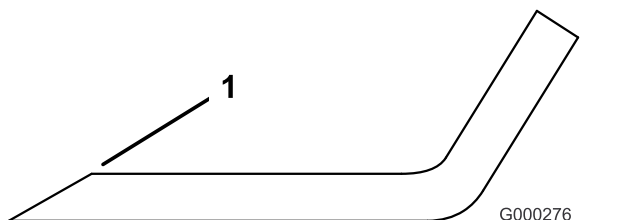

Figura 99
- Utilice una lima para afilar el filo de corte en ambos extremos de la cuchilla (Figura 99).
Nota: Si la cuchilla no está equilibrada, rebaje algo el metal en la parte de la vela solamente con una lima (Figura 99).